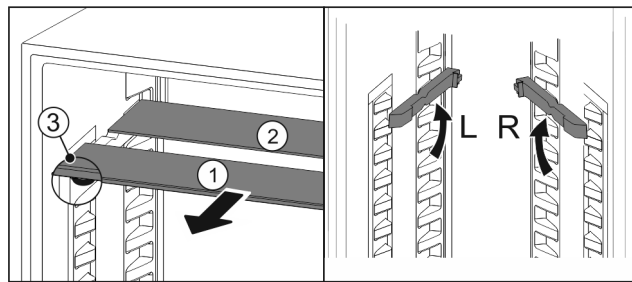

Fig. 188
- Skleněné desky jednotlivě vytáhněte dopředu Fig. 188 (1).
- Skleněná deska Fig. 188 (1) s ozdobnou lištou leží vpředu.
- Zářežky Fig. 188 (3) směřují dolů.